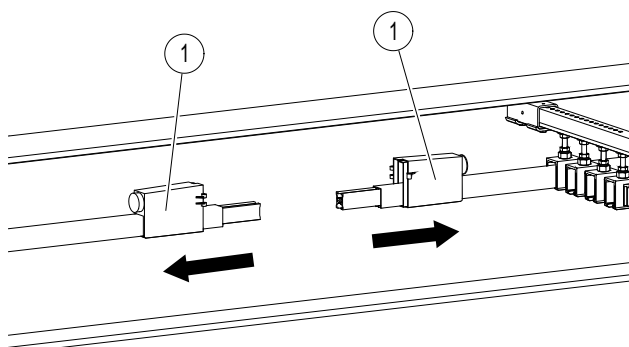

Abb. 69: Über die Schienenenden jeweils eine Isolierkappenhälfte des Verbinders schieben
- Über die Schienenenden jeweils eine Isolierkappenhälfte (Pos. 1) des Verbinders schieben (siehe Abb. 69).